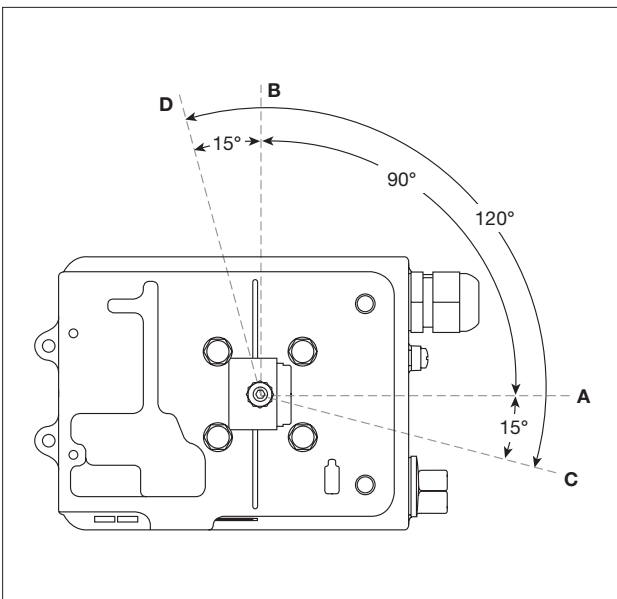
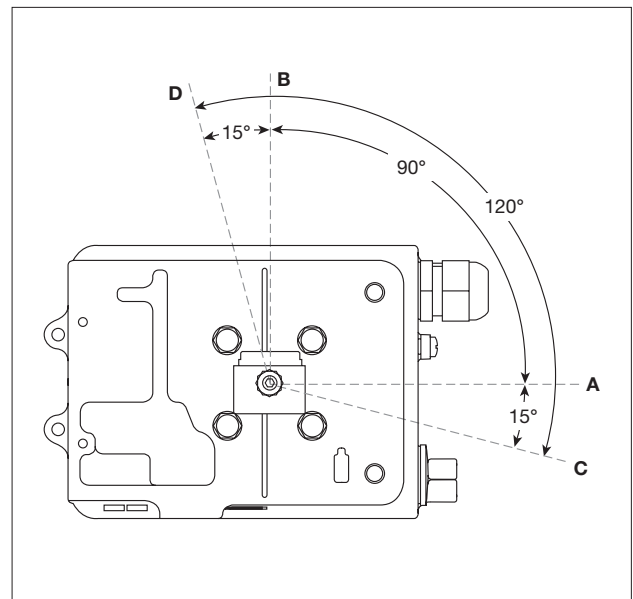

Bild 23: Position des Magnets bei einem Antrieb mit Arbeitsrichtung im Uhrzeigersinn; Blick auf die Unterseite des Stellungsreglers
Bild 24: Position des Magnets bei einem Antrieb mit Arbeitsrichtung entgegen dem Uhrzeigersinn; Blick auf die Unterseite des Stellungsreglers
2. Magnet wie in Bild 23 oder Bild 24 gezeigt, montieren und festziehen. Der Abstand zwischen Magnet und Stellungsregler sollte zwischen 5 und 14mm betragen.
Die Bewegung des Magnets wird immer zwischen „C“ und „D“ sein. Dieser Arbeitsbereich wird vom Hallsensor vorgegeben und kann nicht geändert werden, siehe Bild 23 und Bild 24.